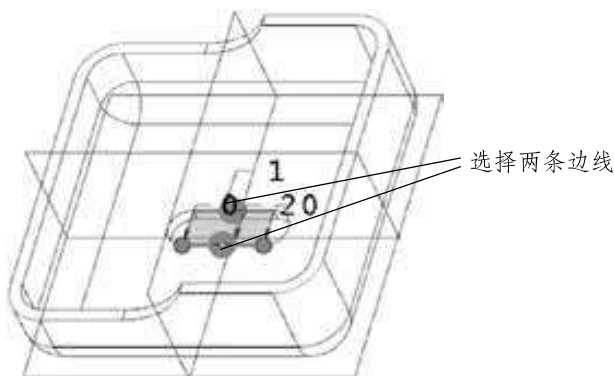

图2-25 创建曲面
Step 04 按住Ctrl键，选择通孔处的两条边线，创建一个曲面，如图2-25所示。